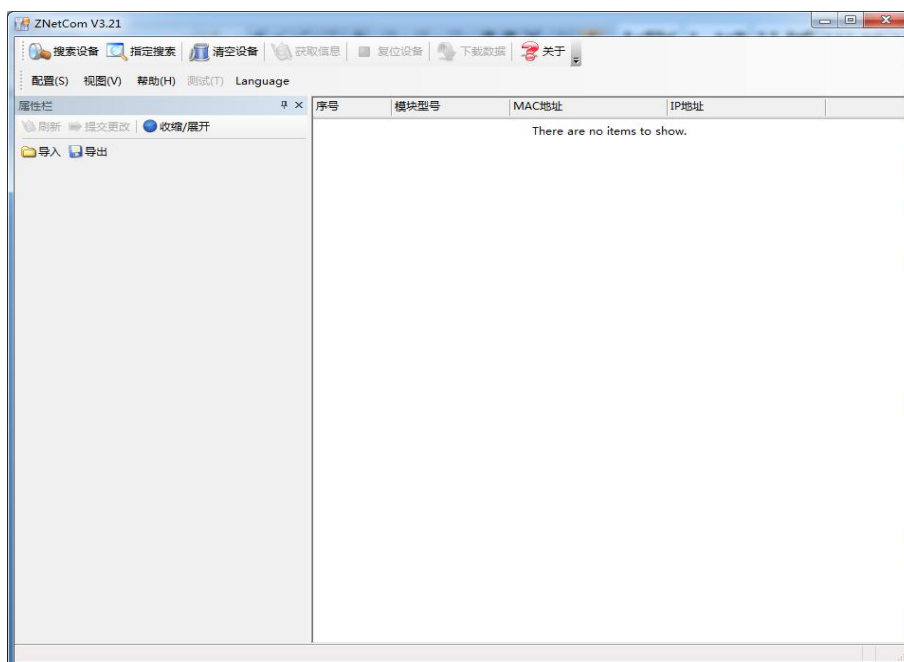

图 4.1 ZNetCom 软件运行界面
3. 点击 运行 ZNetCom 软件，出现如图 4.1 所示界面。